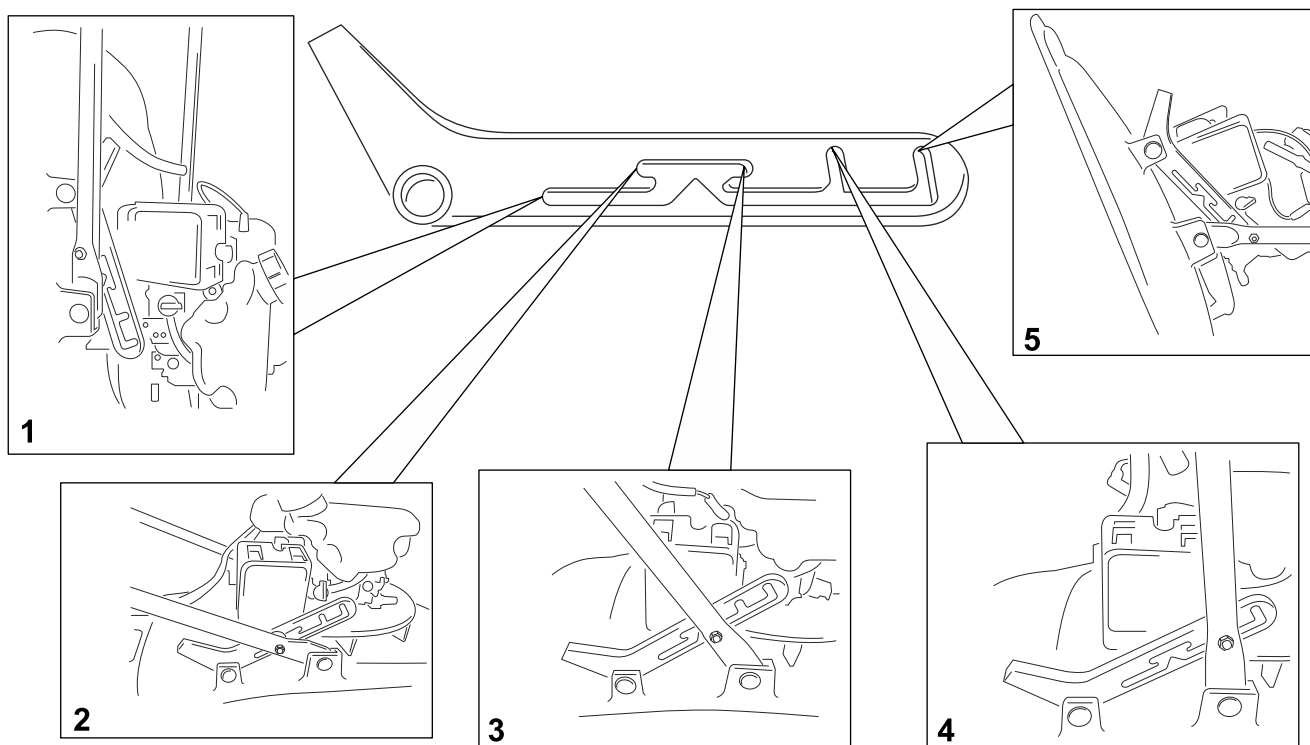

Рисунок 14
4. Поставьте ногу на деку и наклоните машину на себя (Рисунок 14).